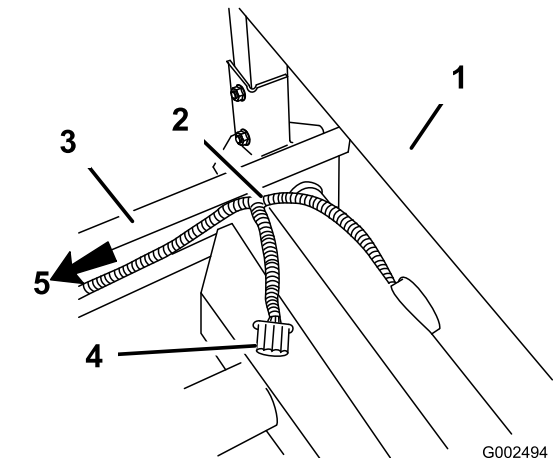

Bild 9
11. Verlegen Sie an der Überrollschutzabdeckung hinten am Sitz den Kabelbaum unter dem Sitz entlang und über den Rahmen. Stellen Sie sicher, dass die Netzstrombuchse des Sprühsystems von der Fahrzeugunterseite herausragt (Bild 9).
12. Verlegen Sie den Kabelbaum mit dem vorhandenen Kabel entlang des linken Rahmens wieder zum Geschwindigkeitssensor zurück (Bild 9).
15. Verlegen Sie den Kabelbaum entlang des linken Rahmens wieder zum Geschwindigkeitssensor zurück (Bild 9).